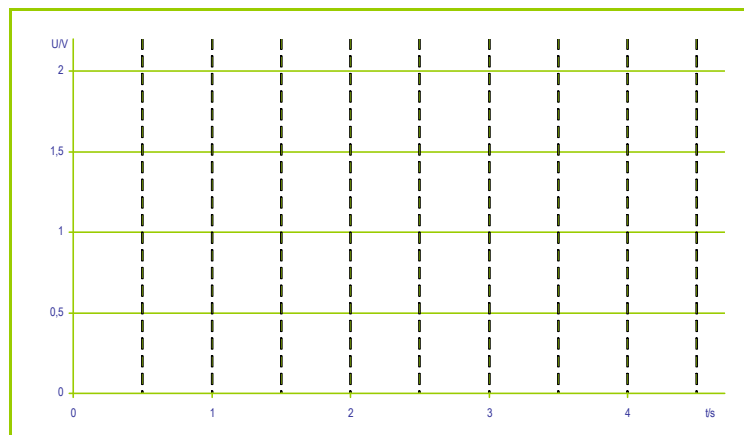

Abbildung 4 Vorlage für die Lösung der Aufgabe 3 und 4
- Verwendet für diese und die nächste Aufgabe die Vorlage aus Abbildung 4!